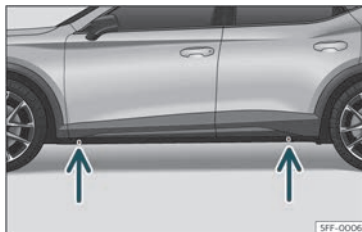

Fig. 38 Pontos de apoio do macaco.
- Procure na longarina a marca do ponto de apoio do macaco (zona afundada) mais próximo da roda a substituir >>> Fig. 38.